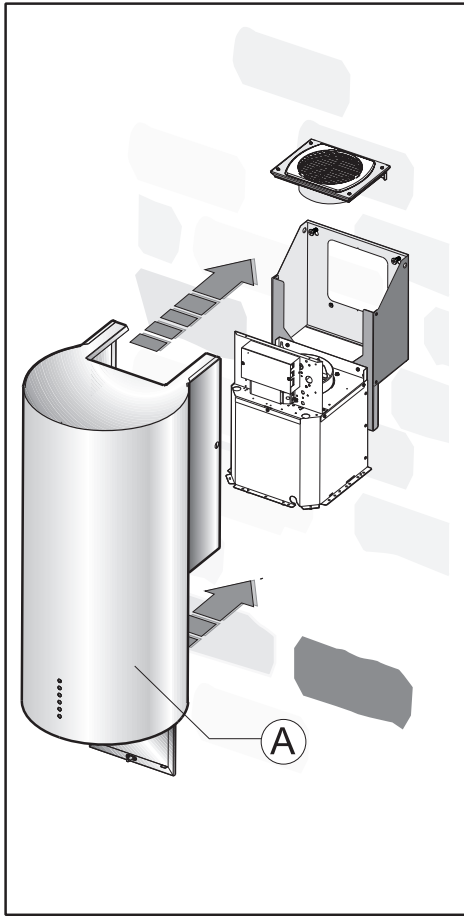
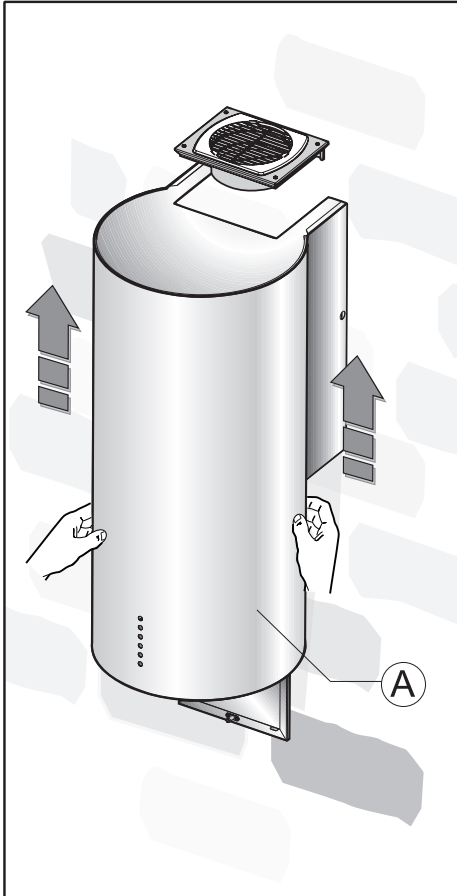

Fig.7
Fig.10
- Positionnez la hotte A contre le mur (**Fig. 7**) et alignez-la à la structure en la poussant vers le haut (**Fig. 10**).